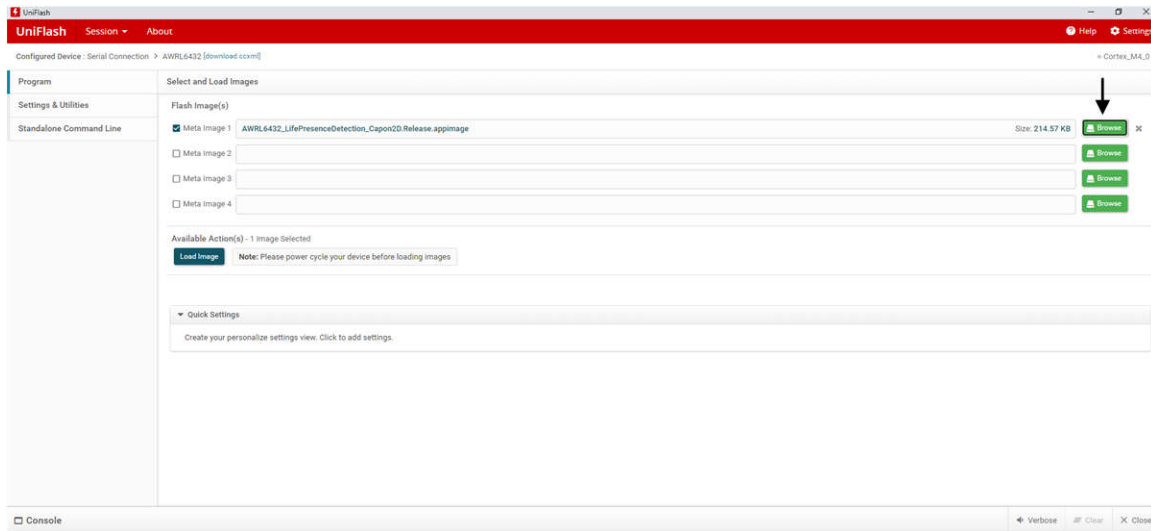

図 3-3. UniFlash の設定
4. [Browse] ボタンをクリックして、ロードするアプリケーション イメージ ファイルに移動します。ファイルのパスと名前は <RADAR\_TOOLBOX\_INSTALL\_DIR>\radar\_toolbox latest version\source\ti\examples\InCabin\_Sensing\AWRL6432\_Life\_Presence\_Detection\_Demo\_Capon2D\prebuilt\_binaries\AWRL6432\_LifePresenceDetection\_Capon2D.Release.appimage です。フィールドにファイル名が入力されたら、プログラムの左側にある [Settings and Utilities] メニューをクリックします (図 3-3 を参照)。